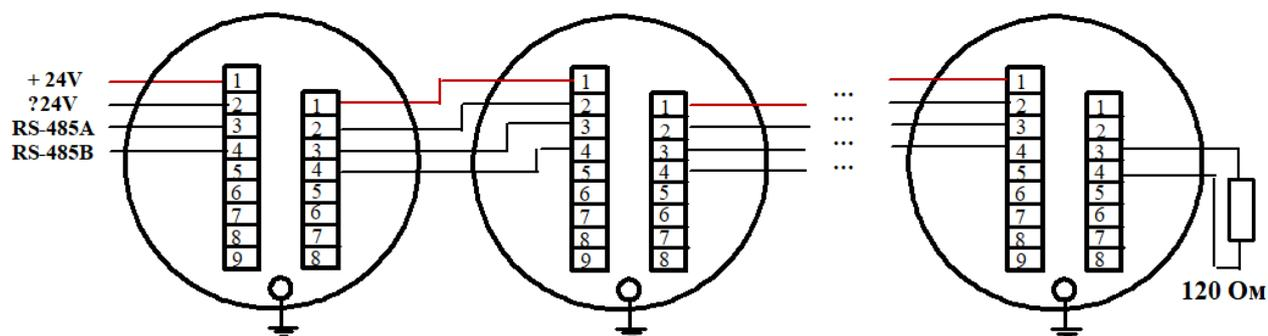

Рисунок 7 – Схема подключения ИГМ-14 по цифровому каналу RS 485.
- подключить ИГМ-14 к ПК (см. рисунок 7)